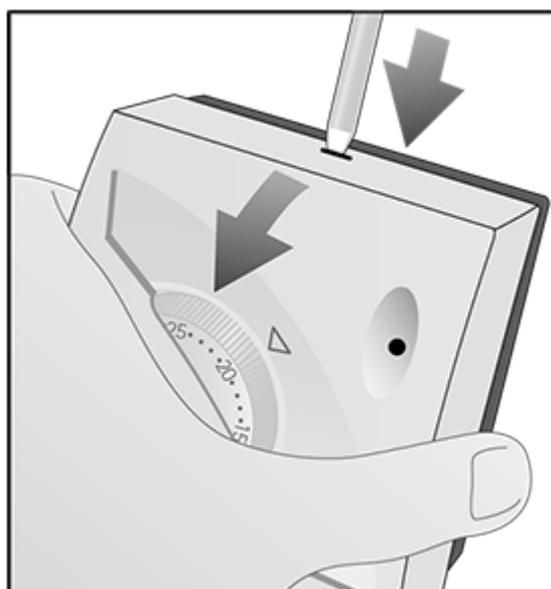
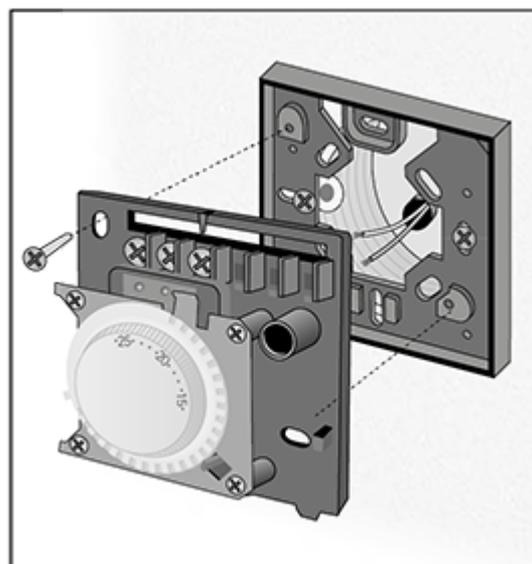

FIG. 8
FIG. 9
B) Separare la base dal coperchio del prodotto facendo pressione sull'apposito dente di aggancio (fig.8), quindi fissarla alla parete (o alla sottobase) utilizzando i fori a disposizione (fig.9) a mezzo viti con un diametro max 3,5mm.